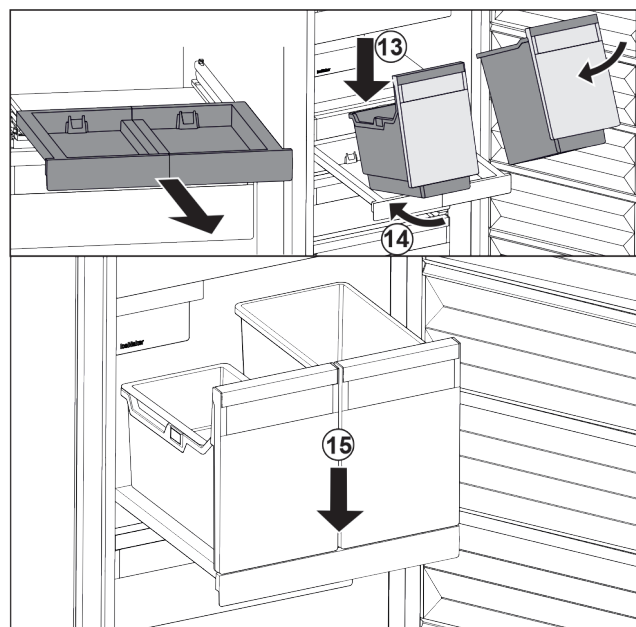

Fig. 102
- Placer les bacs sur le compartiment coulissant en les inclinant. *Fig. 102 (13)*
- Pousser les bacs jusqu'au fond en les inclinant. *Fig. 102 (14)*
- Déposer les bacs par l'avant. *Fig. 102 (15)*